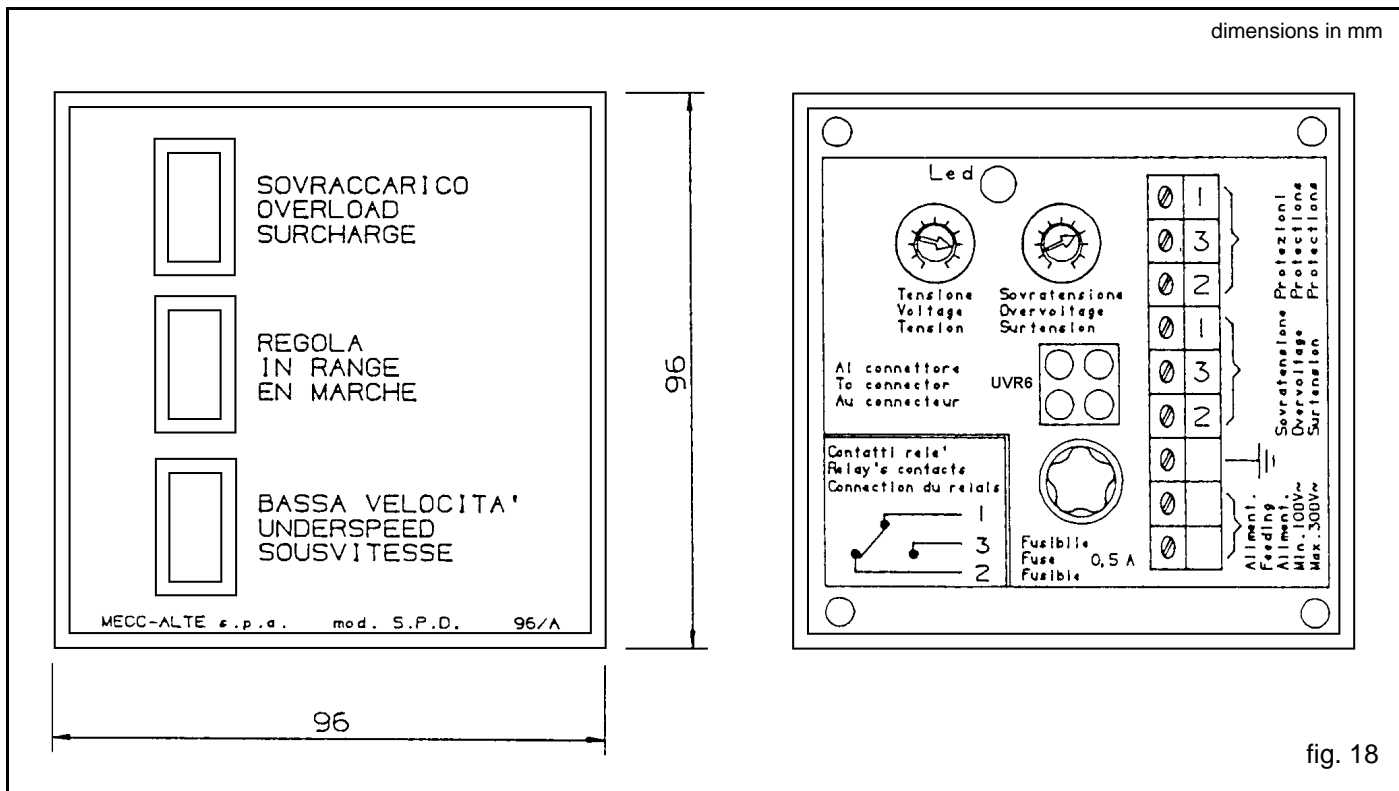

fig. 18
-) Tra i morsetti "Protezioni" (vedi fig. 18) si deve avere: contatto 1-3 = aperto, contatto 1-2 = chiuso.
-) The "Protection" terminals should be in the following state (see fig. 18): contact 1-3 = open, contact 1-2 = closed.
Tra i morsetti "Protezioni" (vedi fig. 18) si deve avere: contatto 1-3 = chiuso, contatto 1-2 = aperto.
Tra i morsetti "Protezioni" (vedi fig. 18) si deve avere: contatto 1-3 = chiuso, contatto 1-2 = aperto
-) Ruotare entrambi i trimmer dell'SPD96/A in senso antiorario; il led rosso posto sopra i due trimmer deve essere spento e tra i morsetti "Sovratensione" si deve avere: contatto 1-3 = aperto, contatto 1-2 = chiuso (vedi fig. 18).
The "Protection" terminals should be in the following state (see fig. 18): contact 1-3 = closed, contact 1-2 = open.
-) Turn both the SPD96/A trimmers anticlockwise; the red LED positioned above the two trimmers should be off and the "Overvoltage" terminals should be in the following state: contact 1-3 open, contact 1-2 closed (see fig. 18).
zione del contatto "Sovratensione" (vedi fig. 18): contatto
"Overvoltage" contact (see fig. 18): contact 1-3 closed,